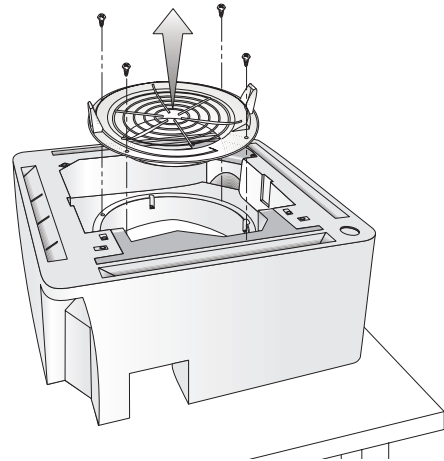

Fig. 7
- Smontare il convogliatore (fig. 7) installato sul cabinet svitando le 4 viti autofilettanti che lo fissano alla struttura in polistirolo.